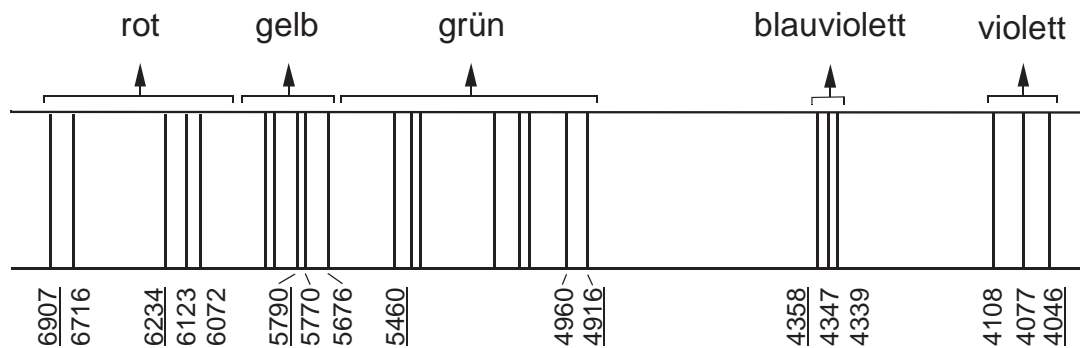

Abb. 1: Schematische Darstellung des Linienpektrums von Quecksilber (Ausschnitt)
2. Messen Sie für die in dem in Abb.1 dargestellten Spektrum unterstrichenen Spektrallinien des Quecksilbers die zugehörigen minimalen Ablenkwinkel δ_{min} . Verwenden Sie dabei die Differenzmethode.